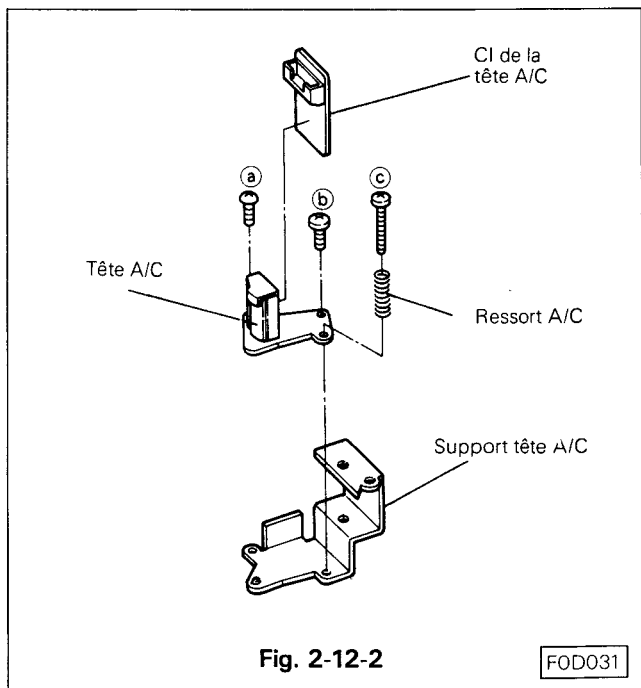

Fig. 2-12-2
- Dévisser les vis (a), (b) et (c) et le ressort A/C (Voir Fig. 2-12-2) et retirer la platine A/C de son support.
- Dessouder la tête A/C de sa platine circuit imprimé. (Voir Fig. 2-12-2)